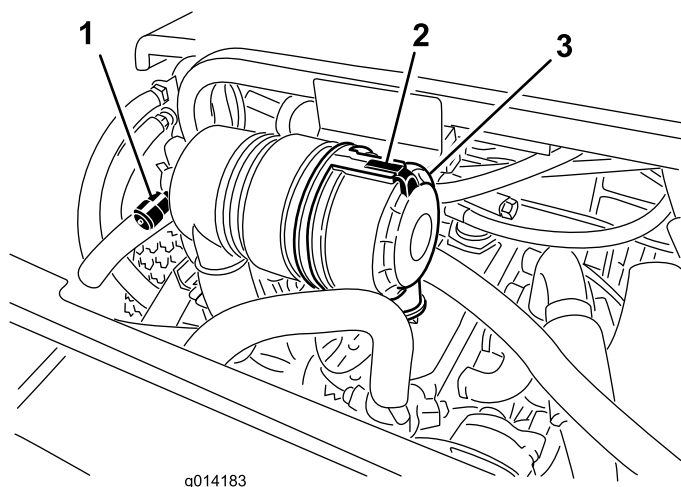

Figura 25
Effettuate la manutenzione del filtro dell'aria quando l'indicatore (Figura 25) lo richiede. Sostituendo il filtro dell'aria prima del necessario si aumenta il rischio che la morchia penetri nel motore quando si toglie il filtro.
1. Liberare il fermo che fissa il coperchio del filtro dell'aria al relativo corpo (Figura 25).